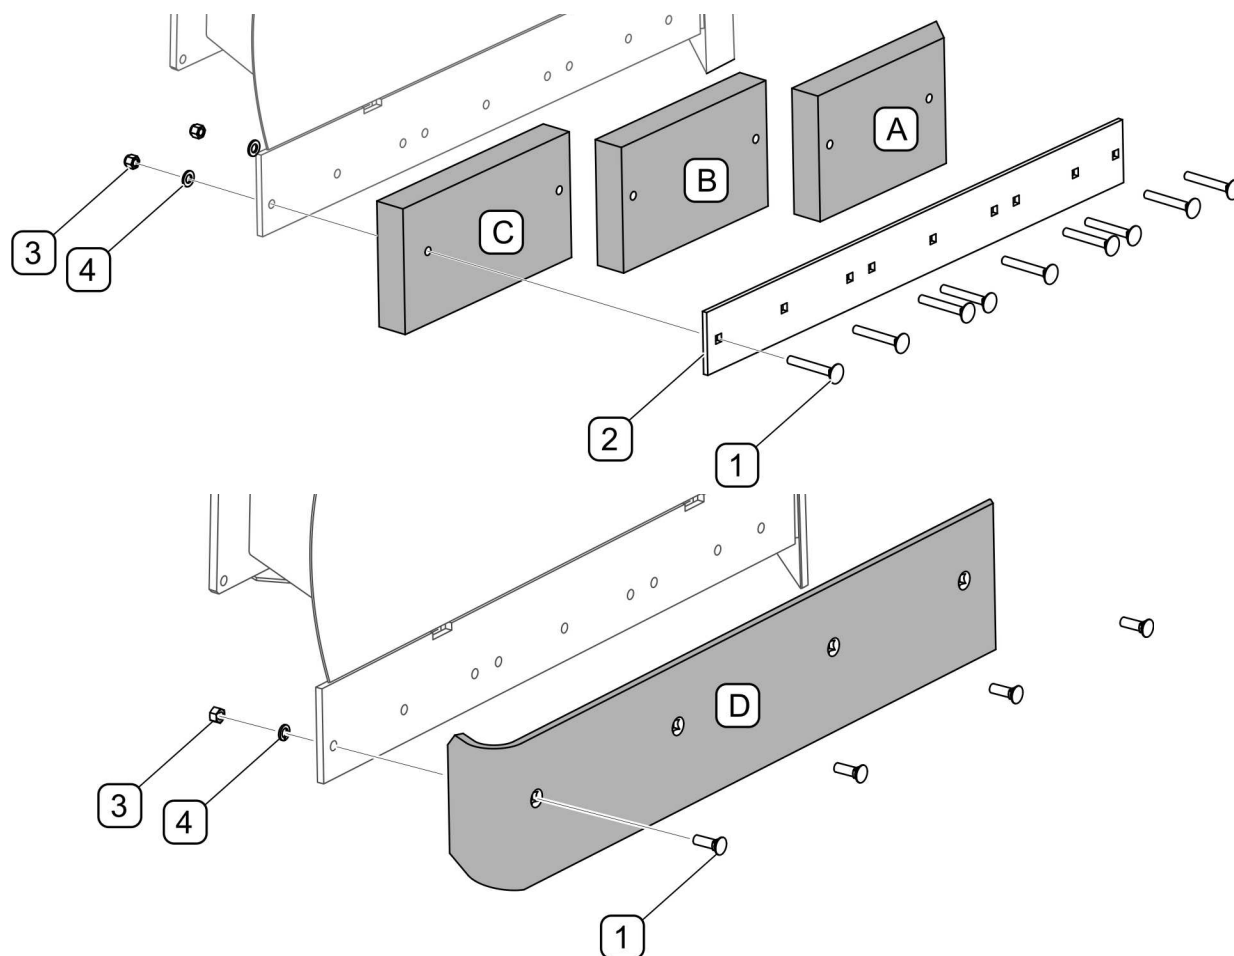

FIG 5.1 Udsiftning af skrabeliste
Gummi-skrabelise består af 3 segmenter (A, B, C) (FIG 5.1). For at afmontere listens segmenter skrues møtrikker (3) af, skruer (1) udtages og tryklisten (2) afmonteres. Listens segmenter udskiftes og montering foretages i omvendt rækkefølge.